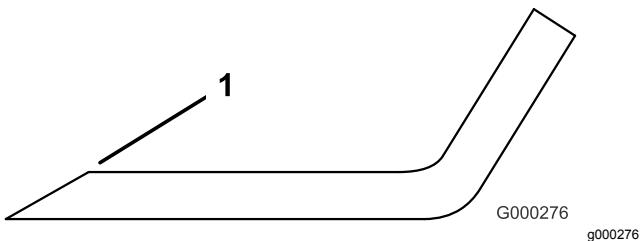

図 104
3. すべてのブレードの刃先を点検し、刃先が丸くなっていたり打ち傷がある場合には研磨する図 104。
注 研磨は刃先の上面だけを行い、刃の元々の角度を変えないように十分注意する図 104。両方の刃先から等量を削るとブレードのバランスを維持することができます。